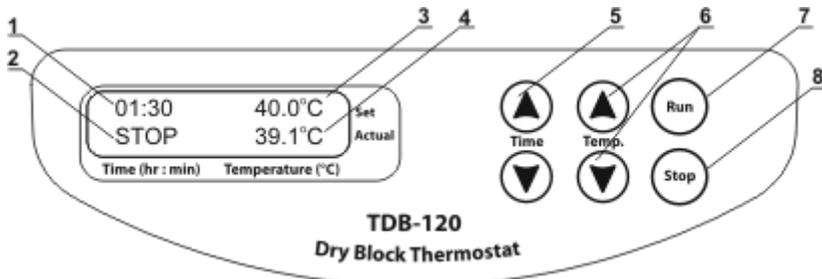

Fig.1 Panneau de configuration
- 4.3. **Paramètre de température.** Utilisez les touches ▼**Temp.** et ▲ (Fig.1/6) pour programmer la température requise, en vous aidant des indications de température programmée qui s'affichent dans la ligne supérieure de l'écran (Fig.1/3). Pour augmenter l'intervalle d'incrément, appuyez sur la touche pendant plus de 2 secondes.
- 4.4. L'appareil commencera à chauffer. La température actuelle s'affiche dans la ligne inférieure de l'écran (Fig.1/4).
- 4.6. **Programmation du minuteur** L'appareil est équipé d'un minuteur indépendant pour contrôler aisément la durée d'incubation des échantillons. Utilisez les touches **▼Time ▲** et (Fig.1/5) pour programmer la durée requise en heures et en minutes (h:min), en vous aidant des indications de durée définie qui s'affichent dans la ligne supérieure de l'écran (Fig.1/1). Pour augmenter l'intervalle d'incrément, appuyez sur la touche pendant plus de 2 secondes.
- 4.7. Appuyez sur la touche **Run** (Fig.1/7) pour mettre en route le minuteur. Le temps écoulé sera indiqué dans la ligne inférieure de l'écran (Fig.1/2). Une fois que la durée s'est écoulée, le minuteur émettra un signal sonore et l'indication clignotante **STOP** s'affichera sur l'écran. Appuyez sur la touche **Stop** (Fig. 1/8) pour arrêter le signal sonore.
-  **Attention !** L'arrêt du minuteur n'interrompra pas le processus de réchauffement/de maintien de la température. Le chauffage peut être arrêté en réduisant la température en dessous de 25°C. Utilisez la touche **▼ T,°C** (Fig. 1/6) (l'indication **OFF** s'affichera sur l'écran, fig. 1/3).